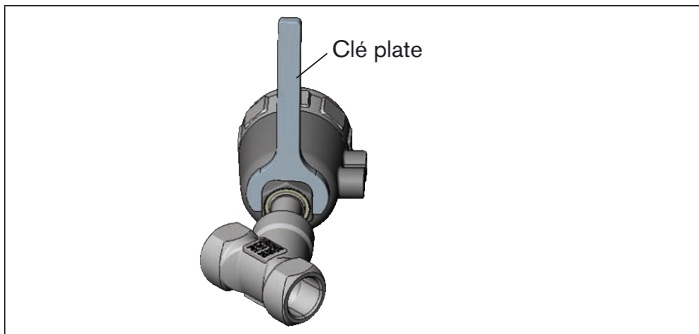

Fig. 19 : Positionner une clé plate sur le six pans
- Positionner une clé plate appropriée sur le six pans de l'actionneur (voir Fig. 19 :).